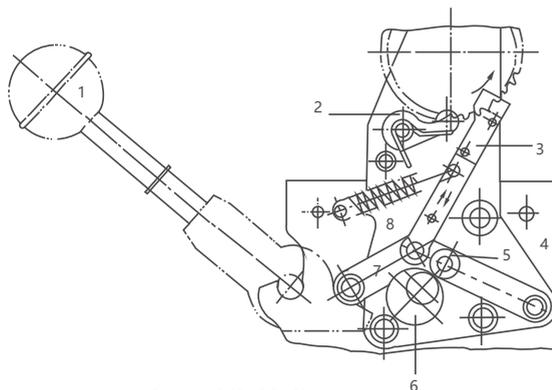

图12 DW15-2500、6300断路器手动传动机构
5.2.4 DW15-2500、6300断路器电动机手动操作机构(见图12)
5.2.4.2 在使用手柄操作断路器时，必须注意到偏心轮6和连杆7是否在图12所示位置(最低位置，否则用手转动电动机手轮使偏心轮6和连杆7处于最低位置。然后才能操作手柄使断路器储能闭合。